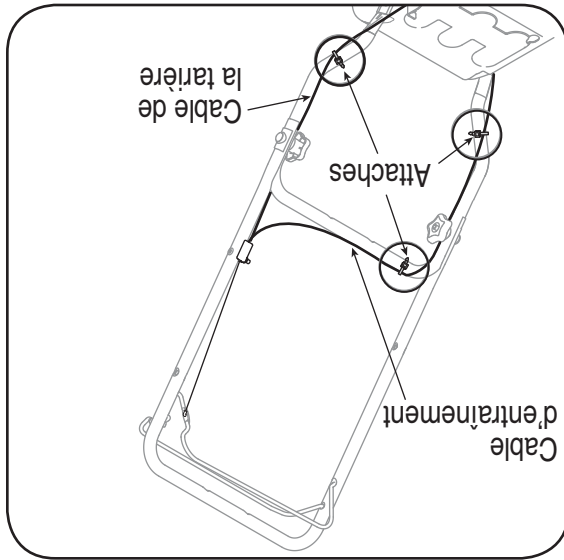

Figure 4
1. Ajustez les patins en desserrant les quatre contre-écrous à embase (deux de chaque côté) et les boulons ordinaires. Placez les patins à la position voulue. Voir la Figure 4.